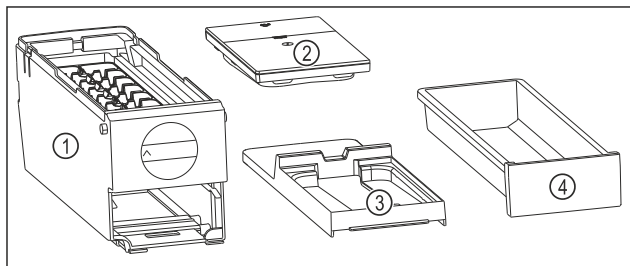

Fig. 138 EasyTwist-Ice'i koostisosad
- ▷ EasyTwist-Ice on neljaks osaks lahti võetud. (vt. Fig. 138)
- ▶ Osandage EasyTwist-Ice ainult kujutatud koostisosadeks. (vt. Fig. 138)
- ▶ Puhastage EasyTwist-Ice'i korpust Fig. 138 (1) tervikuna.